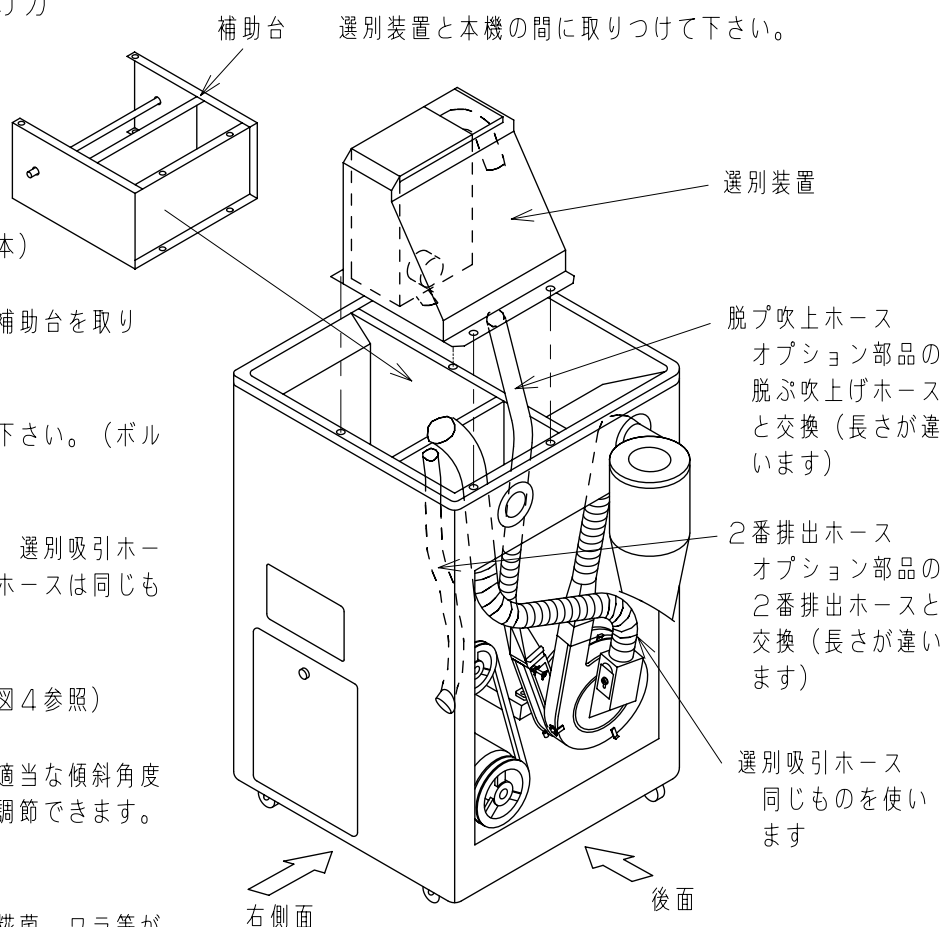

図1
3. 選別装置を取り付けてあったネジで補助台を取り付けて下さい。（図1参照）